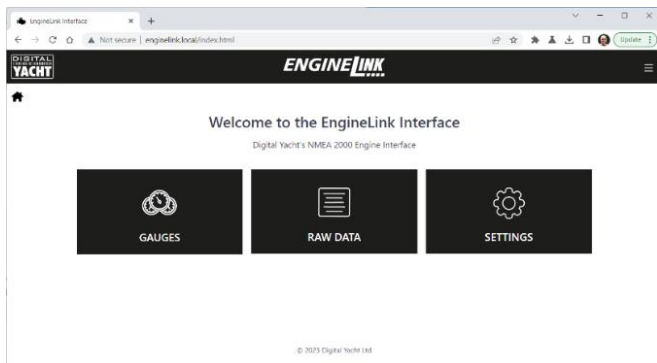

Abbildung 1
- Ein Gerät, das mit EngineLink verbunden ist, kann auf das Web-Interface in einem Browser unter <http://192.168.1.1> oder <http://enginelinek.local> zugreifen, der die EngineLink-Startseite wie in Abbildung 1 gezeigt aufrufen sollte.